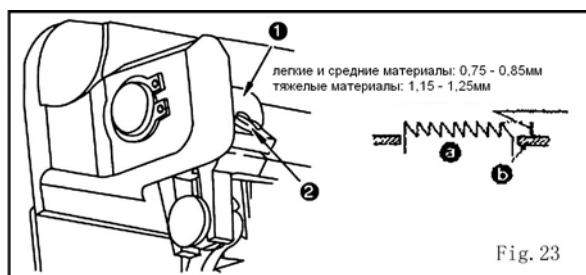

Fig. 23
- 1) Получить стандартную подачу транспортера можно при помощи винта (А) на бегунке эксцентрика подачи (1) и винта (В) на упорном заплечике (2).
- 2) Чтобы делать корректировку, ослабьте два винта (3); должным образом установите эксцентричный бегунок. Затем опять затяните винты.
20. Высота зубчатой рейки (Fig.23)